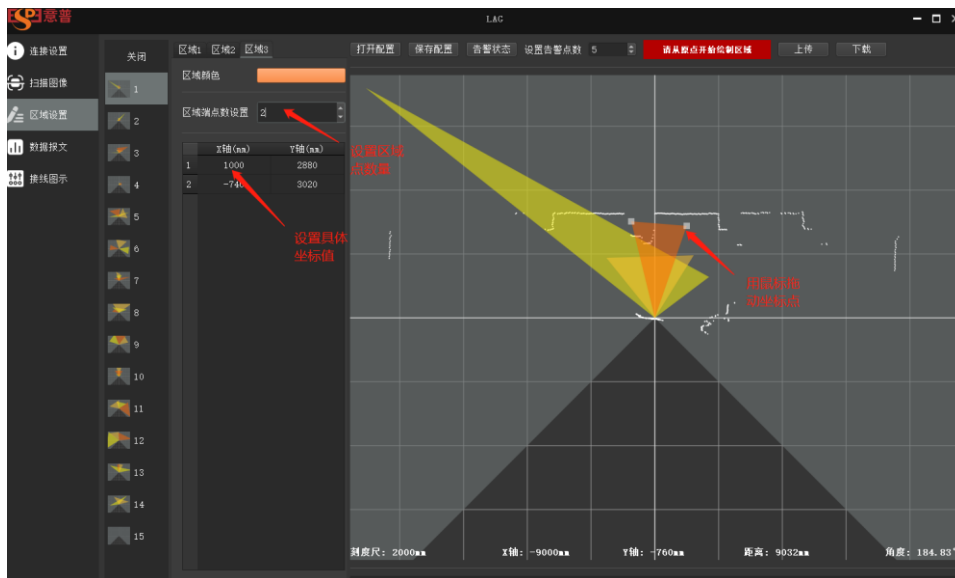

图 17: 对区域设置
- 2、设置区域组15中的三个区域，每个区域最多可设置30个点，并且每个点即可输入坐标，也可在显示区域直接用鼠标拉，如图17所示。